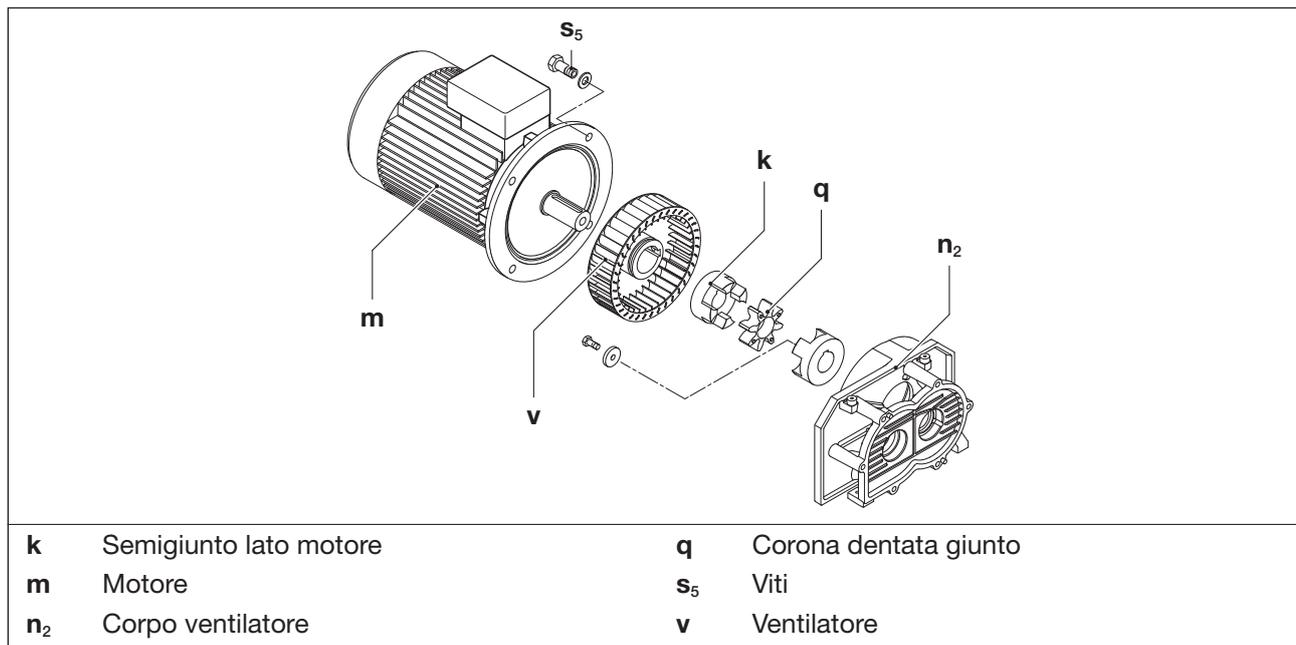

Fig. 11 Giunto
La corona dentata del giunto (Fig. 11/q) è soggetta a usura e deve essere controllata regolarmente (almeno 1 x anno). Anche il ventilatore (Fig. 11/v) deve essere periodicamente controllato in relazione a danneggiamenti.
- b) Agganciare il motore (Fig. 11/m) al passante di trasporto mediante dispositivo di sollevamento.
- c) Allentare le viti (Fig. 11/s₅) sulla flangia del motore e staccare il motore con la metà del giunto lato motore (Fig. 11/k) dal corpo ventilatore (Fig. 11/n₂) in direzione assiale.
- d) Verificare la corona dentata (Fig. 11/q). Se la corona dentata è danneggiata o consumata, sostituirla.
- e) Controllare il ventilatore (Fig. 11/v) e sostituirlo se necessario.
- f) Far scorrere la corona dentata e il motore con la metà del giunto lato motore in senso assiale e fissare alla flangia del motore con le viti (Fig. 11/s₅).